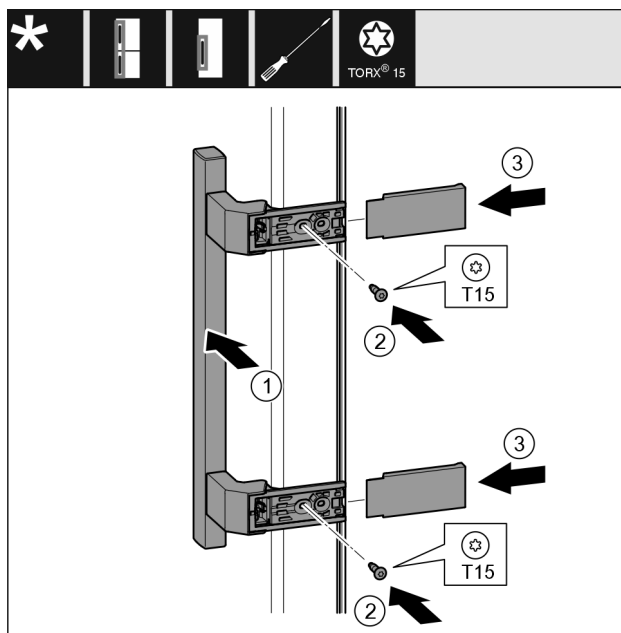

Fig. 19
- ▶ Namestite ročaj Fig. 19 (1) na nasprotno stran.
- ▶ Zategnite vijake Fig. 19 (2) z izvijačem.
- ▶ Pristavite pokrove Fig. 19 (3) na strani in jih potisnite gor.